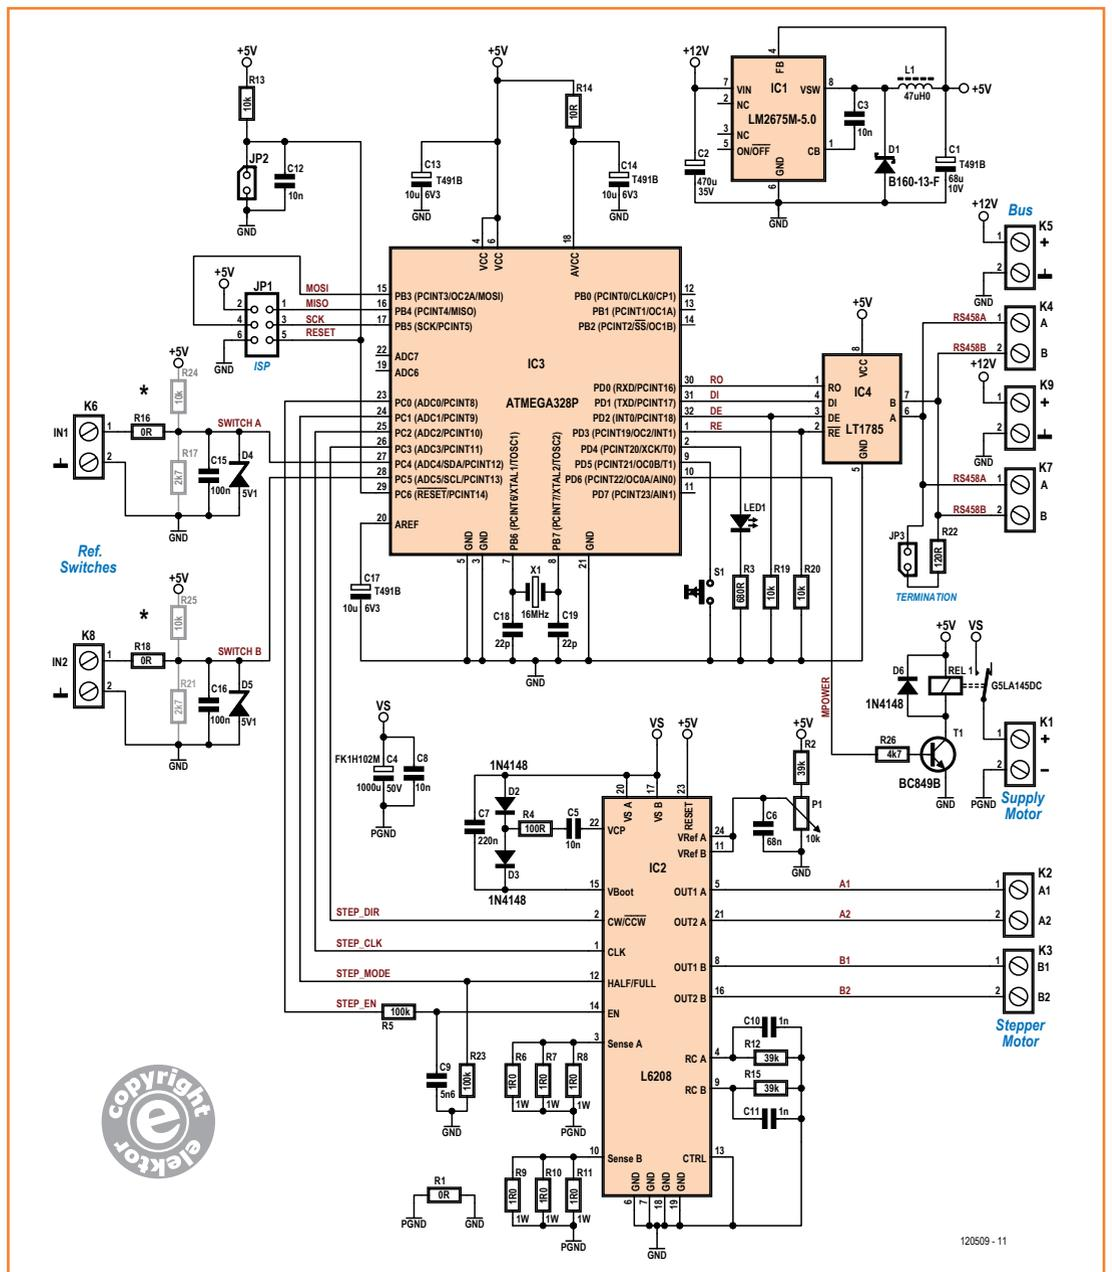

Figure 3. Schéma de la carte de moteur pas à pas. Voyez l'encadré pour la configuration de l'interrupteur de position.
vail (HALF/FULL) et une validation (EN). D'autre part, une telle intégration de fonctions réduit à un minimum le nombre de composants externes (fig. 3). Les résistances R6 à R11 sur les entrées de capteurs servent à la mesure du courant, les chutes de tension qu'elles occasionnent représentent les grandeurs de mesure pour le régulateur de courant interne. La valeur de commande est appliquée aux entrées Vref par P1. Avec les valeurs de composants indiquées, le courant de bobine est de 100 mA lorsque la tension de référence est mise à 33,3 mV. Les réseaux R12/C10 et R15/C11 définissent les temps morts des MOSFET de puissance à l'intérieur du montage en pont [3]. Pour produire les tensions de grille, le L6208 se sert d'une pompe de charge complétée de D2, D3, R4, C5 et C7. Le réseau R5 et C9 procure le niveau de tension convenable à l'entrée de validation.